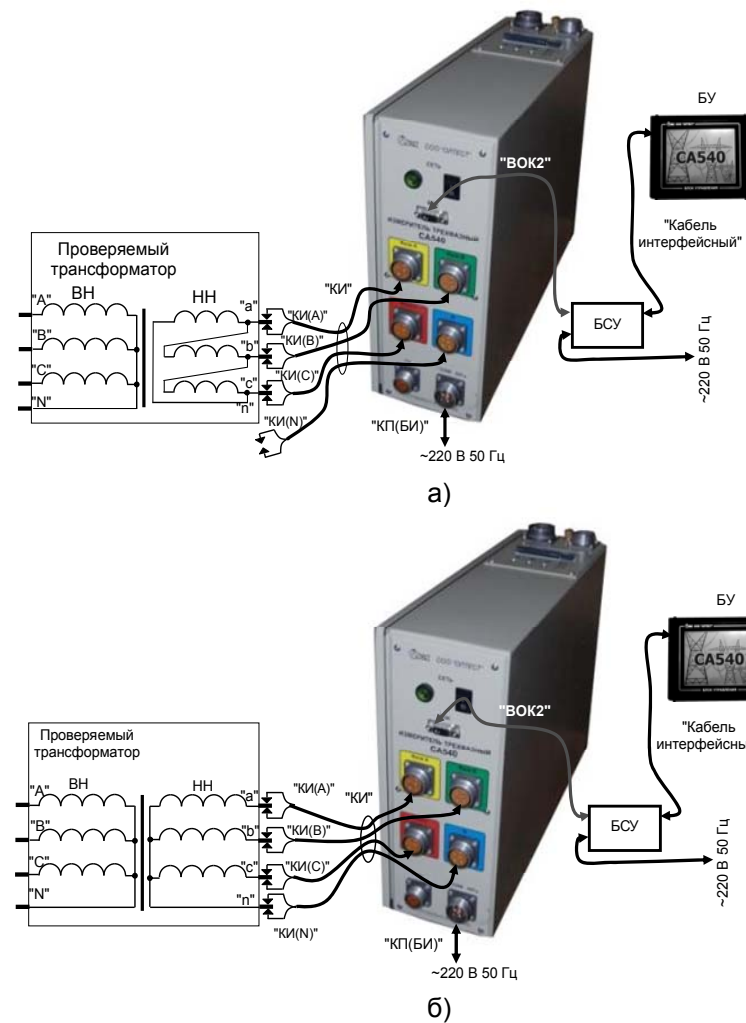

Рисунок 6.13
1) Собрать измерительную цепь при управлении Измерителя от БУ (рисунок 6.13). На рисунке 6.13а показана схема при использовании встроенного источника питания измерительной цепи (далее – источника питания) для трансформатора с обмотками НН Δ , а на рисунке 6.13б – для трансформатора с обмотками НН Y_n (для обмоток Z_n – аналогично).